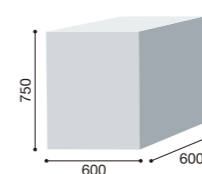

図1
■ テーブルタイプの構成 (図1)
- ① 巻上機
- ② 制御盤・受電盤
- ③ 着床スイッチ
- ④ 操作盤・インターホン
- ⑤ 三方枠
- ⑥ 出し入れ口戸 (中央上下開き)
- ⑦ かご室
- ⑧ かご戸 (中央上下開き)
- ⑨ かごゲートスイッチ
- ⑩ ガイドレール